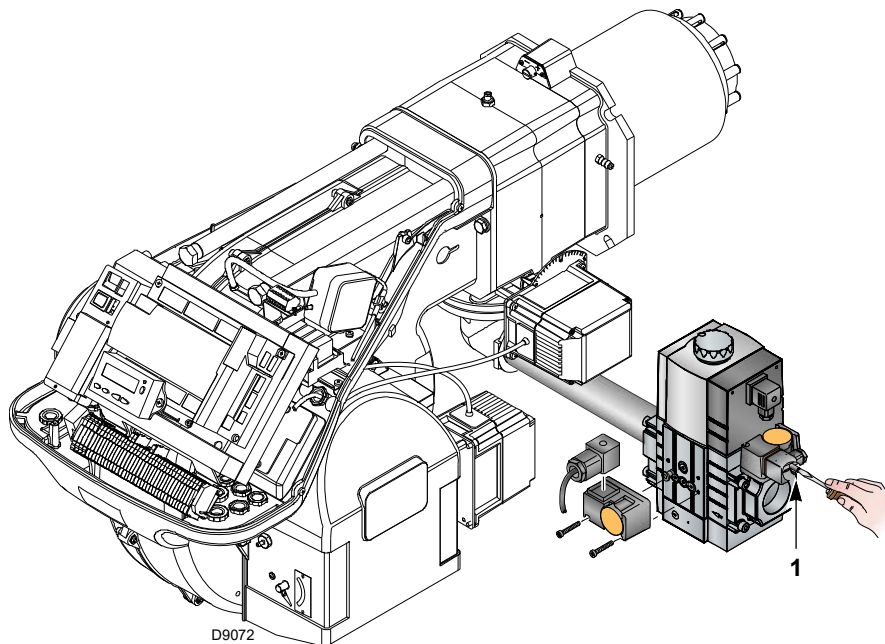

Abb. 25
- Den Gasversorgungsdruck durch Anschluss eines Manometers an die Druckentnahmestelle 1) (Abb. 25) des Gasdruckwächters kontrollieren: er muss niedriger sein als der auf dem Typenschild angegebene, maximal zulässige Druck der Gasstrecke.
- Nun die Leitung der Gasstrecke entlüften, indem ein Kunststoffschlauch an der Druckentnahmestelle 1) (Abb. 25) des Gas-Mindestdruckwächters angeschlossen wird. Den Kunststoffschlauch ins Freie führen und entlüften bis der Gasgeruch wahrnehmbar ist.